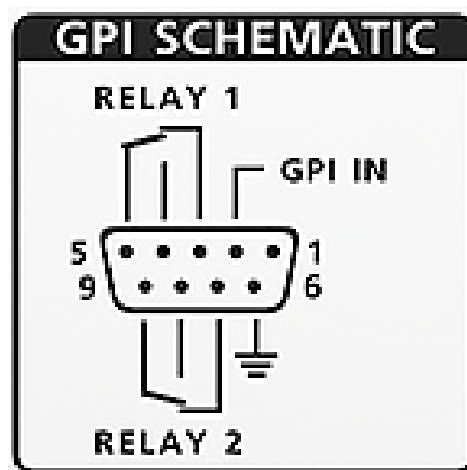

Рисунок 2
**Выходные сигналы GPI (General Purpose Interface)** – обозначают релейные контактные группы, которые могут находиться в одном из двух состояний – активном (A) или неактивном (N/A).
**Неактивное состояние (N/A)** – состояние выходных контактных групп при выключенном питании пульта, схематически изображенное на задней панели (рисунок 2):
**Активное состояние (A)** – состояние выходных контактных групп, противоположное неактивному: